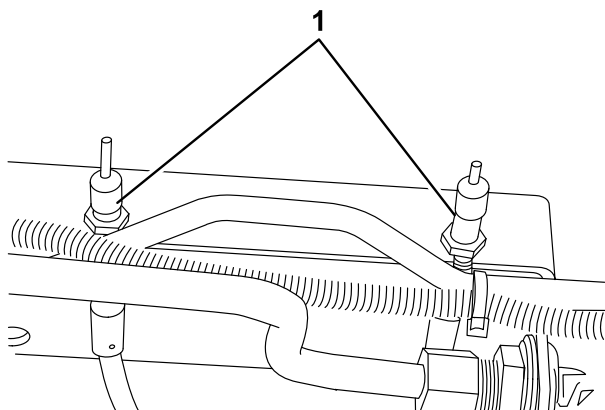

Figura 72
2. Per ridurre il gioco dei pedali del freno, stringete i freni allentando il dado anteriore sull’estremità filettata del cavo del freno (Figura 72). Serrate il dado posteriore per spostare indietro il cavo, finché i pedali del freno non hanno un gioco compreso tra 1,2 e 2,5 cm. Serrate i dadi anteriori dopo avere regolato correttamente i freni.